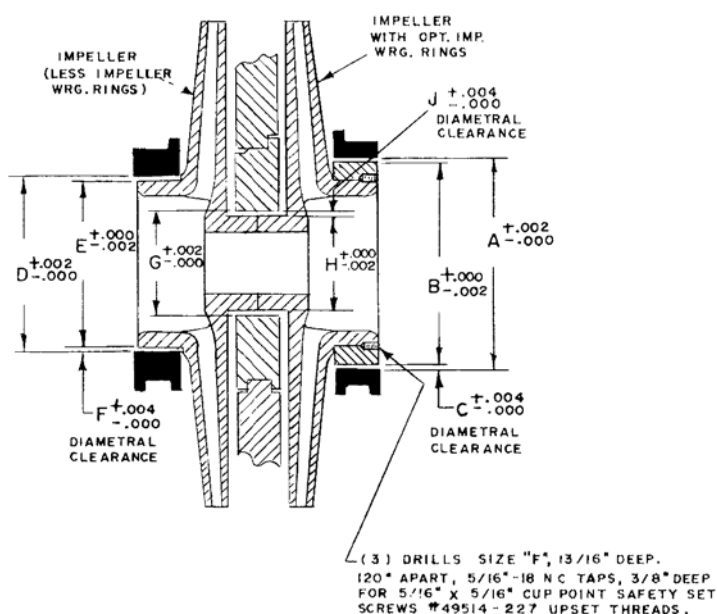

Рис. 21:
Исходный диаметральный зазор между рабочими колесами и износными кольцами корпуса для различных материалов показан на Рис. 21: on page 42. Также показан зазор между износными кольцами корпуса и дополнительными износными кольцами рабочего колеса. При существенном снижении гидравлических характеристик следует заменить кольца корпуса и/или кольца рабочего колеса. Диаметральный зазор на одном рабочем колесе не должен превышать зазор на другом рабочем колесе в том же насосе более чем на 0,076 мм (0,003").
- Просверлите и нарежьте резьбу в 3 отверстия на расстоянии 120 ° друг от друга в каждом кольце. Сверлите сверлом "F" на глубину 20,6 мм (13/16") с метчиками 7,9 мм (5/16") - 18 NC на глубину 9,5 мм (3/8"). Используйте стопорные винты с внутренней головкой (cup point) 7,9 x 7,9 мм (5/16" x 5/16"). Затяните винты и слегка "запортите" резьбу. См Рис. 21: on page 42.
- Запасные кольца рабочего колеса имеют размер на 0,533...0,99 мм (0,021" - 0,039") больше, и должны принять нужный размер после установки на рабочее колесо. Размеры см. в Рис. 21: on page 42.
Рабочие колеса должны легко натягиваться на вал. Если рабочие колеса не натягиваются легко, проверьте отверстия и вал на отсутствие посторонних веществ или заусенцев. Также следует проверить посадку шпонок в пазах, чтобы убедиться, что они не вызывают заедания. См Рис. 21: on page 42.
Исходный диаметральный зазор между рабочим колесом и мембраной показан в Рис. 21: on page 42. Когда производительность существенно снижается, или когда диаметральный зазор превышает 0,9 мм (0,035"), мембрану и иногда рабочее колесо следует заменить.
2. Определите правильность установки рабочих колёс и втулок на валу по отношению к направлению вращения насоса. Для этого встаньте лицом к напорному фланцу насоса. Втулка стопорного вала (104) (втулка со шпоночным пазом) должна находиться справа, как показано на рис.21, а рабочие колёса должны вращаться правильно относительно корпуса, как показано на видах сбоку на рис. 21.